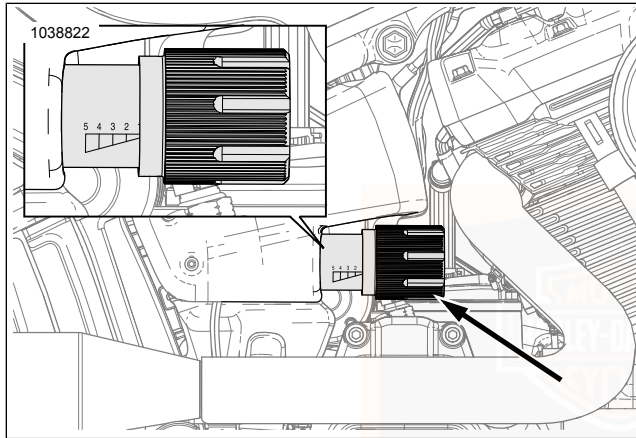

Abbildung 17. Vorspannungseinstellknopf
- b. Die Zunge des HAKENSCHLÜSSEL-SATZ (TEILE-NR.: 14900102) in die Schlitze am hinteren Stoßdämpfer einführen, und die Nockenwelle drehen, bis die korrekte Vorspannung (2) angezeigt (1) wird.
2. Außen liegende Hydraulik: Siehe Abbildung 17.